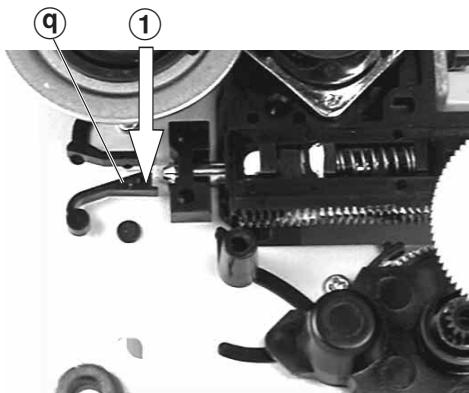

Fig. 13
- Sperre ⑬ vorsichtig in Pfeilrichtung ① drücken (Fig. 13).
- Push the locking device ⑬ carefully in the direction of the arrow ① (Fig. 13).